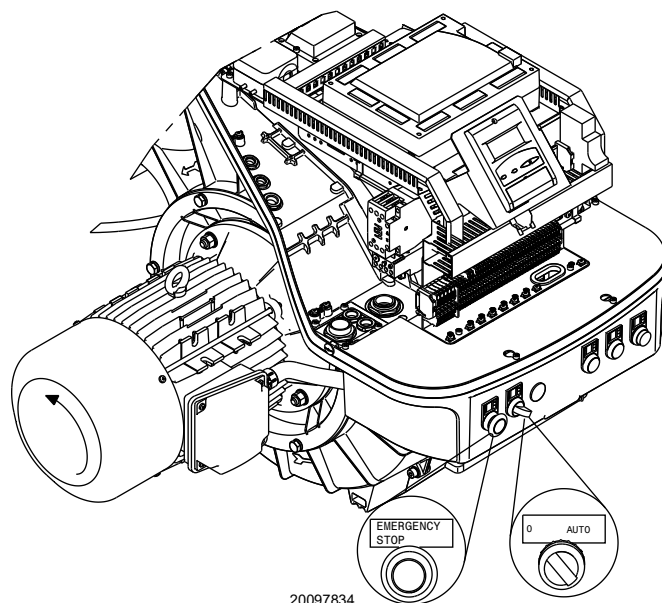

Fig. 23
Posizionare l'interruttore in posizione "AUTO" (Fig. 23).
Se segnalano tensione, fermare **immediatamente** il bruciatore e controllare i collegamenti elettrici. Quando il bruciatore si avvia, verificare la direzione della rotazione del motore, come indicato in (Fig. 23).
- mettere l'interruttore di Fig. 23 in posizione "0" ed attendere che il controllo fiamma esegua la fase di spegnimento;